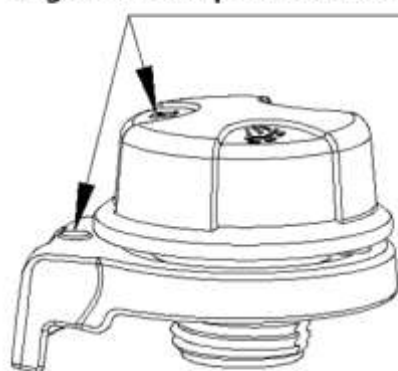

Fig 15
- Zamontuj gniazdo na zaworze (uwaga: wyrównaj pozycję i oznaczenie punktowe, Rys. 15).